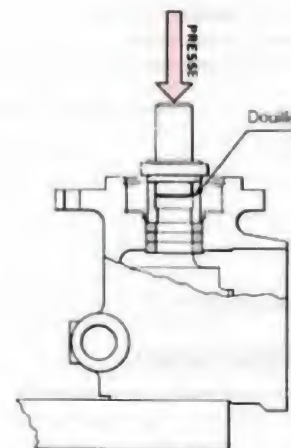

Fig. 21.
- A l'aide d'une presse, chasser par l'avant du carter les bagues d'étanchéité (2 ou 3) en utilisant l'outil spécial (fig. 21).